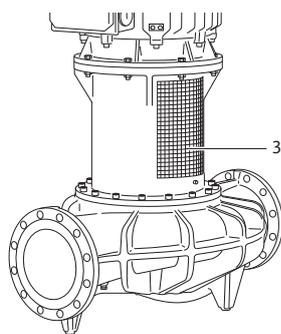

Fig. 48: Lamiera di protezione del giunto, montata
- **Azionare la pompa solo con lamiere di protezione del giunto montate (Fig. 48, pos. 3).**